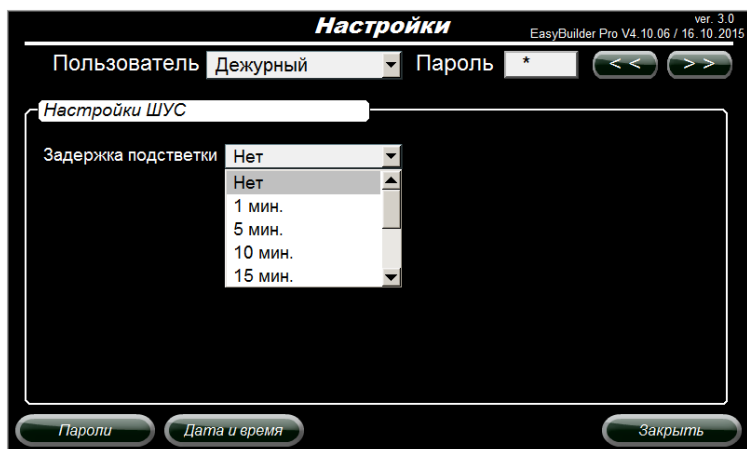

Рисунок 9.10 – Окно настройки системы
9.17 При нажатии на пиктограмму «Настройки» можно перейти в окно для изменения параметров системы (рисунок 9.10).